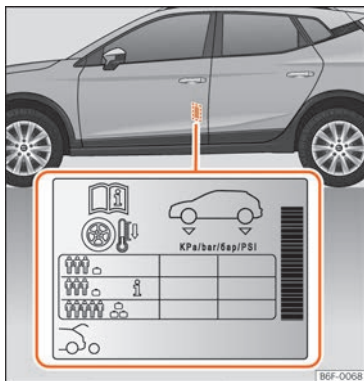

Fig. 188 Ubicación del adhesivo de la presión de inflado de los neumáticos.
- Adapte la presión de los neumáticos a la carga que lleva el vehículo »» fig. 188.
Los valores de la presión de inflado se indican en la etiqueta adhesiva situada en la zona posterior del marco de la puerta delantera izquierda »» fig. 188.
La presión de los neumáticos se debe adaptar a la carga actual del vehículo. Si el vehículo va a ir cargado al máximo, debe aumentar la presión de inflado al valor máximo de carga indicado en la etiqueta adhesiva »» fig. 188.
En el caso de una rueda de emergencia minimizada [125/70 R16 o 125/70 R18], inflar a 4,2 bar de presión según se indica en la etiqueta de presión de los neumáticos »» fig. 188.
En función del vehículo, se puede adaptar la presión de inflado de los neumáticos a media carga para aumentar el confort de marcha (presión de inflado **i** »» fig. 188). Cuando se circula con la presión de inflado de confort, puede incrementarse ligeramente el consumo de combustible.
- El conductor es responsable de que todos los neumáticos del vehículo estén inflados a la presión correcta. La presión de inflado recomendada viene indicada en un adhesivo »» fig. 188.
- Con los neumáticos en frío, deberá mantenerse siempre la presión indicada en el adhesivo »» fig. 188.